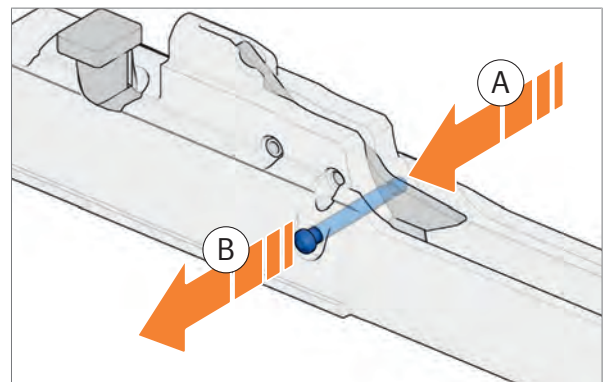

Abb. 97: Haltebolzen aus dem Verschlussträger ziehen
3. Haltebolzen von rechts in den Verschlussträger drücken (Abb. 97).
4. Haltebolzen bis zum Anschlag nach links aus dem Verschlussträger ziehen (Abb. 97).